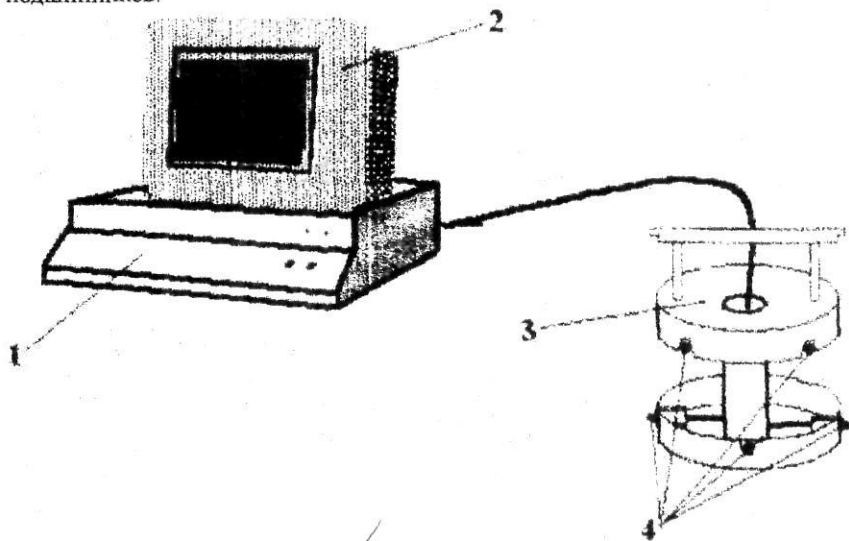

Рис. 2
Методика измерений и определение пригодности корпусов букс для монтажа буксовых узлов вагонов с использованием автоматизированной установки УКБ-01. Методические указания, – М.: МИИТ, 2002. – 1 с, рис. 2
3.1. Установка УКБ-01 (Рис. 2) включает: